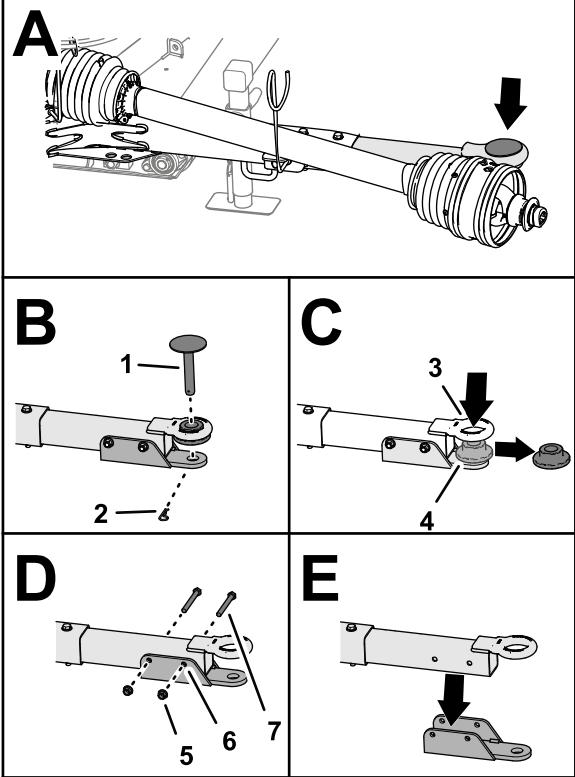

Bild 7
1. Entfernen Sie den Splint, mit welcher der Anbauvorrichtungsstift an der Deichsel befestigt ist, und entfernen Sie den Anbauvorrichtungsstift (Bild 7).
2. Entfernen Sie die Bundbuchse von der Zapfenöse (Bild 7).
3. Entfernen Sie die beiden Sicherungsbundmuttern und die beiden Kopfschrauben, mit der die Lastösenhalterung an der Deichsel befestigt ist, und entfernen Sie die Lastösenhalterung (Bild 7).